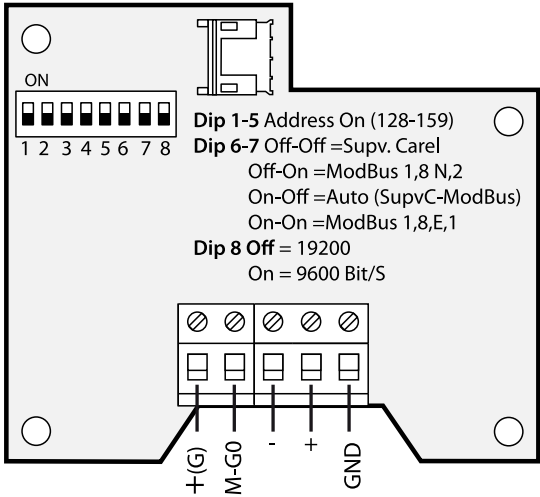
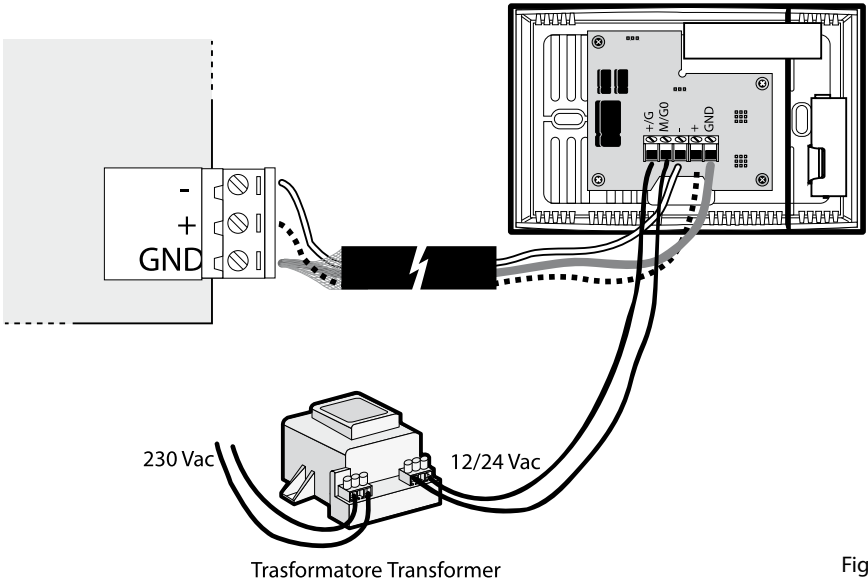

Fig 6
Fig 7
La configurazione degli 8 dip-switch (DP1, 8) permette la selezione della modalità di trasmissione seriale del segnale e dell' indirizzo di periferica come indicato in fig. 6:
In fig. 6 sono riportati gli schemi di collegamenti per le connessioni con uscita Seriale diretta oppure optoisolata.
- è da prevedere un isolamento principale rispetto all'alimentazione di rete per il controllo a cui la sonda e' collegata. Per evitare errori dovuti alla corrente di alimentazione si può utilizzare un'alimentazione supplementare da un trasformatore esterno (fig. 7 cod. trasformatore).
- per ridurre i disturbi di alimentazione (con versioni NON optoisolate) si può utilizzare una alimentazione supplementare da trasformatore esterno (vedi es. fig. 7). Il trasformatore non deve essere collegato a terra e può essere posizionato dentro il quadro del regolatore, eliminano così i disturbi di alimentazione. Nel caso l'applicazione richieda più sonde seriali, deve essere previsto un trasformatore per ogni sonda. Facendo questo, la distanza max di collegamento può essere di 100m (fig. 6) tra sonde e 500m in totale.
The 8 dipswitches (DP1, 8) can be set to select the serial signal transmission mode and the address of the peripheral, as shown in Fig. 6:
Fig. 6 shows the diagrams for the connections with direct or optically-isolated serial output.
- basic insulation is required from the mains power supply for the controller that the probe is connected to. To avoid errors due to the power supply current, an additional power supply from external transformer can be used (Fig. 7).
- to reduce the disturbance of the power supply (with versions that are NOT optically-isolated), an additional power supply from external transformer can be used (see e.g. Fig. 7). The transformer must not be earthed and may be positioned inside the controller panel, this eliminating disturbance from the power supply. If the application requires multiple serial probes, a transformer must be used for each probe. Doing this, the max connection distance is 100 m (Fig. 6) between the probes and 500 m in total.